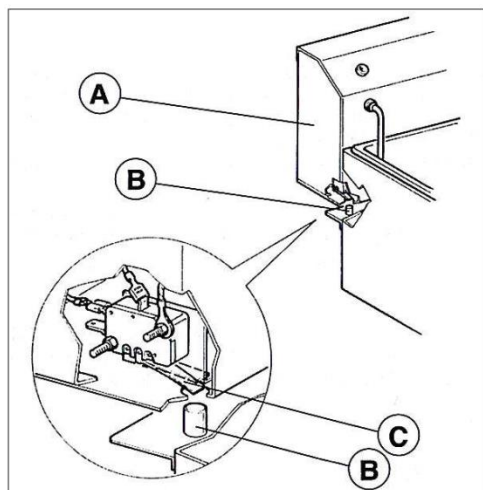

Fig.2 – Abb.2
3. Den herausziehbaren Kopf (A Abb. 2) der Maschine korrekt positionieren. Der Sift (B Abb. 2) muss derart in den Kopf eingesetzt sein, dass er auf den innen angebrachten Betriebsmikroschalter drückt (C Abb. 2).
- der Stift (B Abb.2) wie unter Punkt GEBRAUCHSANWEISUNG Beschrieben korrekt in den Kopf eingesetzt wurde;
3. Coloque correctamente la cabeza extraíble (A fig.2) de la máquina. El perno (B fig.2) tiene que estar bien introducido en la cabeza de manera que presione el microinterruptor de funcionamiento colocado en su interior (C fig.2).
2. que el perno (B fig.2) esté bien introducido en la cabeza, como explicado en el punto INSTRUCCIONES PARA EL USO;